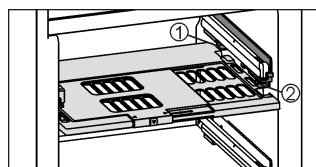

Fig. 18
▶ Установка пластины регулировки влажности: поперечные ребра крышки на пластине вставить через низ в задний держатель Fig. 18 (1) и защелкнуть спереди на держателе Fig. 18 (2).